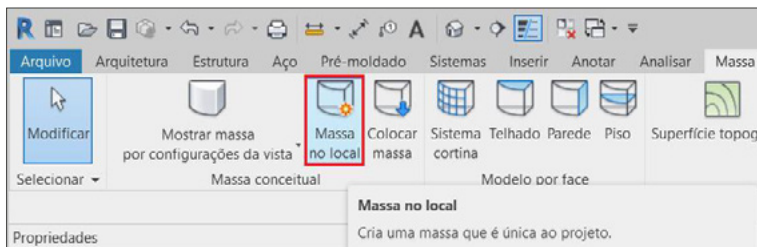

Figura 56 – Acesso ao botão “Massa no local”.
3. Na aba “Massa e terreno”, painel “Massa conceitual”, clique no botão “Massa local” (Figura 56);